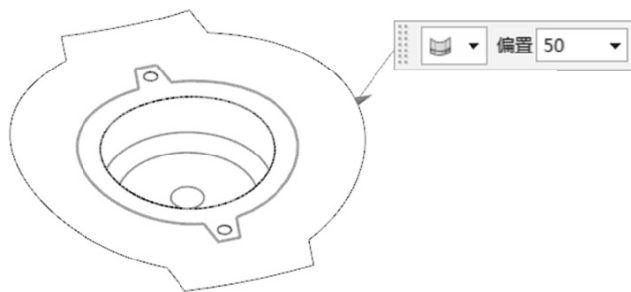

图 8-7 延伸片体
(14) 选取“菜单 | 插入 | 修剪 | 延伸片体”命令，选取片体的边线，延伸 50mm，如图 8-7 所示。